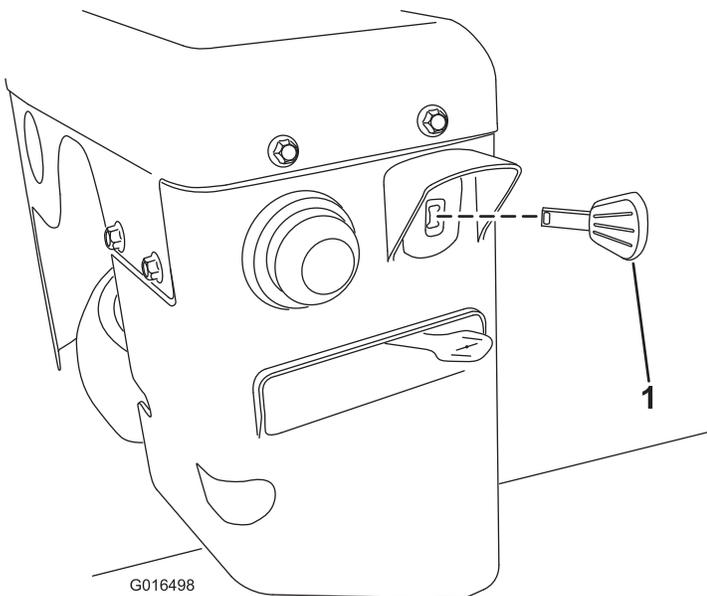

Figure 19
3. Insérez la clé de contact à fond (Figure 19).